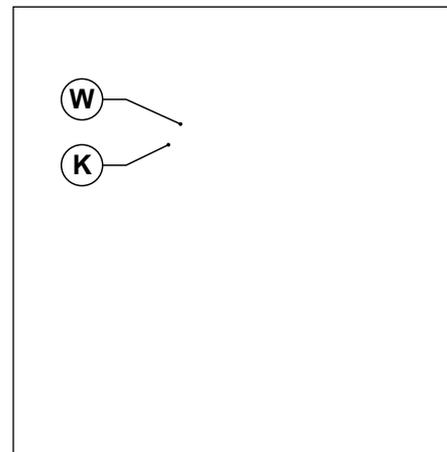

Рис. 49 Регулировка газового клапана
- Вращая ПО ЧАСОВОЙ СТРЕЛКЕ гайку **К**(смотри Рис. 49 Регулировка газового клапана) увеличивается давление на форсунке; вращая ее ПРОТИВ ЧАСОВОЙ СТРЕЛКИ, давление на форсунке уменьшается.
- Удерживая в фиксированном положении гайку **К**, посредством ключа на 10мм, вращать винт **W** ПО ЧАСОВОЙ СТРЕЛКЕ, для увеличения давления; ПРОТИВ ЧАСОВОЙ СТРЕЛКИ, для уменьшения значения давления (смотри Рис. 49 Регулировка газового клапана).